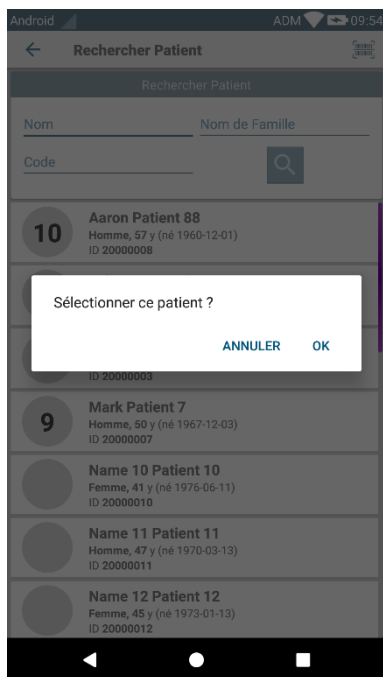

Fig 28
- Taper sur la case correspondante à un patient pour sélectionner le patient. Une confirmation de la part de l'utilisateur est nécessaire (Fig 28).